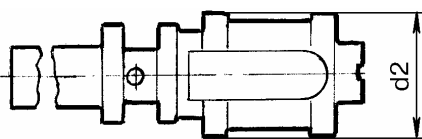

Рис. 22.
10.2.2 Поршень главного тормозного цилиндра, рис. 22.